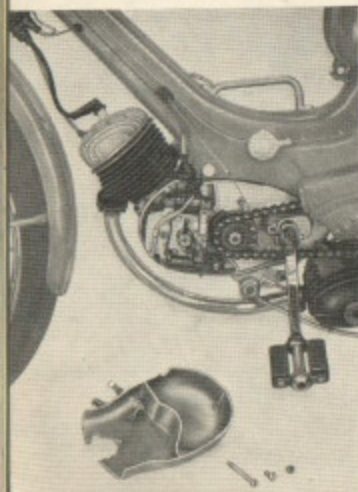

FIG. 12
22) Destornillar y quitar los dos tornillos de fijación de la tapa; separar esta última del cárter (Fig. 12).